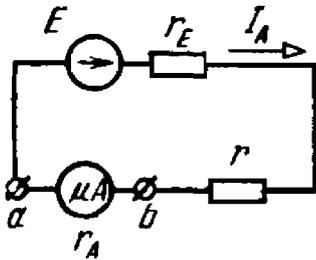

Рис. 12.10
12.10. Для измерения тока в цепи рис. 12.10 включен микроамперметр типа М906 класса точности $K_A = 1,0$ с пределом измерения $I_k = 50 \text{ мкА}$ и внутренним сопротивлением $r_A = 1900 \text{ Ом}$.
12.12. Для измерения тока в цепи схемы рис. 12.10 включен миллиамперметр типа Д500/5 класса точности $K_A = 0,1$ с конечными значениями шкалы $I_{k1} = 25$ мА, $I_{k2} = 50$ мА и внутренними сопротивлениями, соответственно равными $r_{A1} = 580$ Ом и $r_{A2} = 180$ Ом.
12.18. В цепи схемы рис. 12.10 расчетный ток $I = 1$ А, входное сопротивление по отношению к зажимам амперметра $r_{вх} = 10$ Ом. Для измерения тока в цепи можно использовать два амперметра — амперметр типа М151 класса точности 1,5 с внутренним сопротивлением $r_A = 0,025$ Ом и пределом измерения $I_k = 5$ А и амперметр типа Д566/2 класса точности 0,2 двухпределный: а) $I_{к1} = 2,5$ А и $r_{A1} = 0,6$ Ом; б) $I_{к2} = 5$ А и $r_{A2} = 0,3$ Ом.